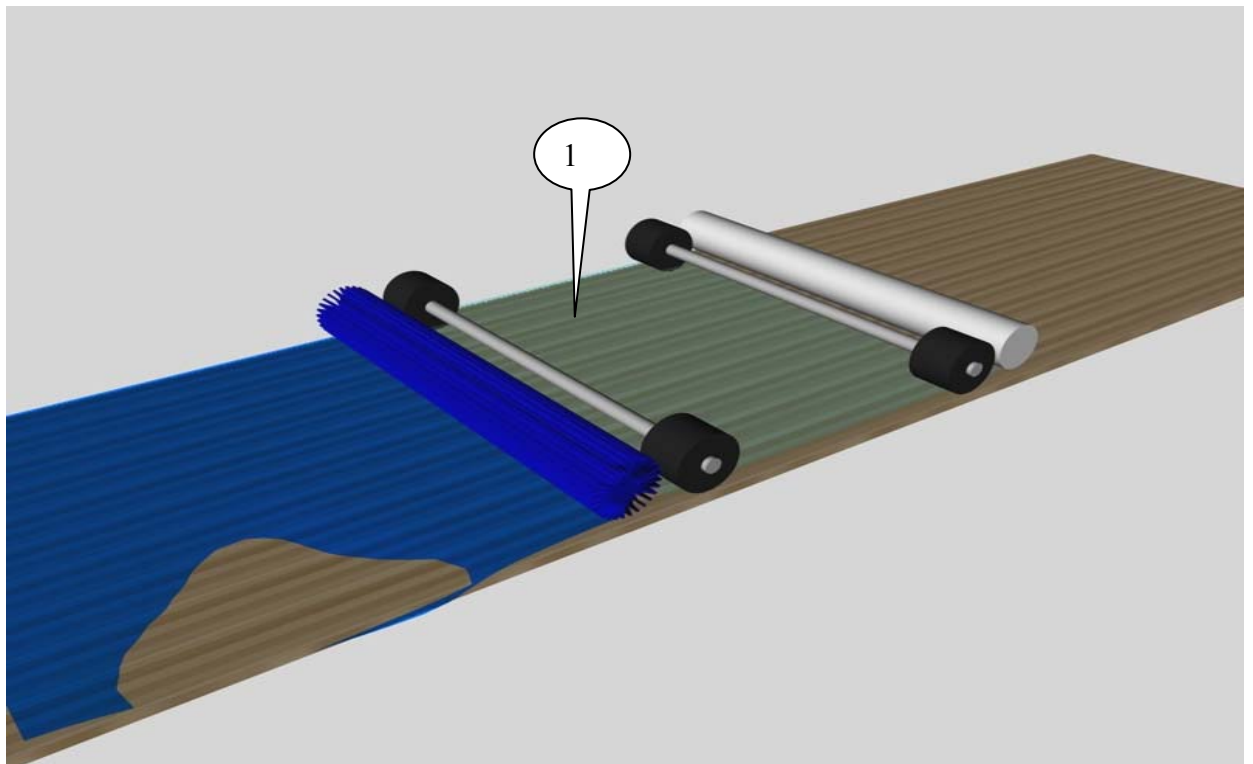
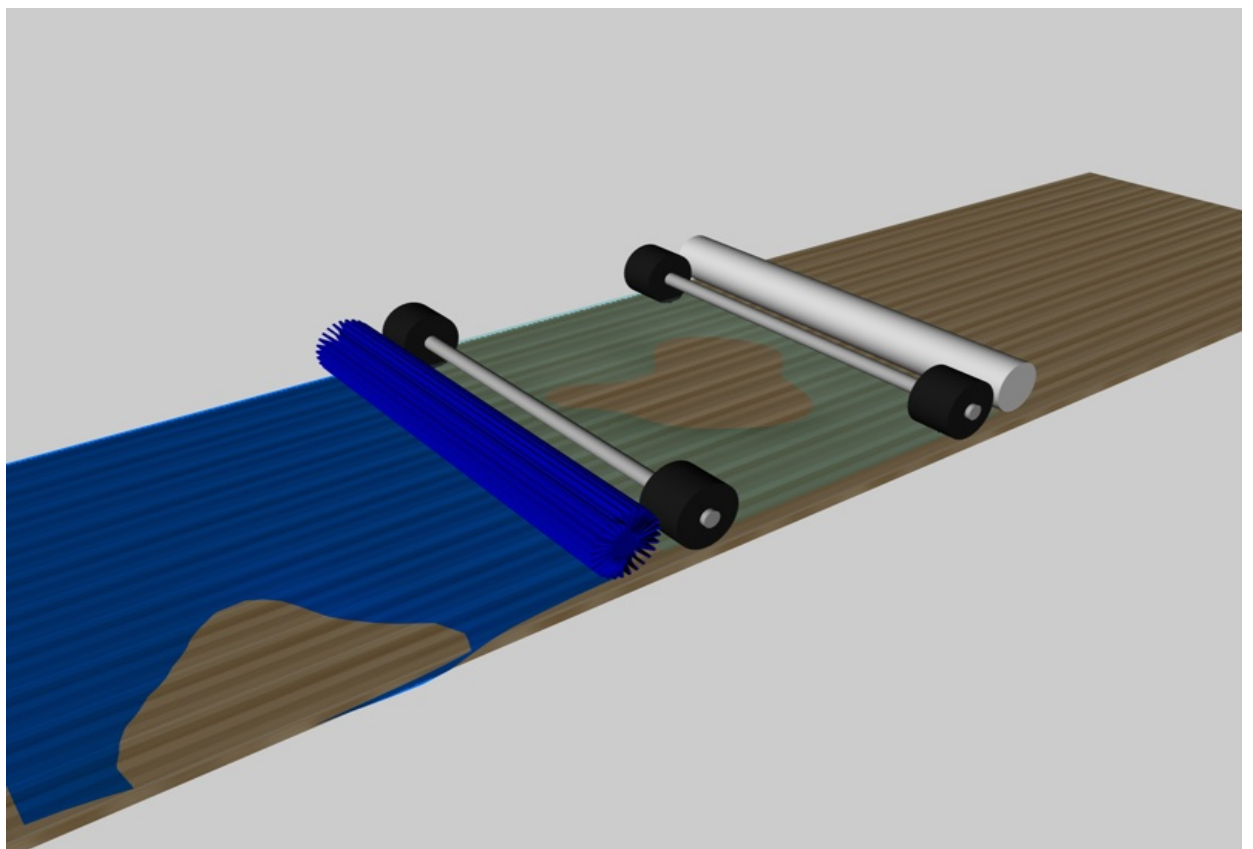

Рисунок 6.
Рисунок 7.
Из четвёртой главы мы с вами рассмотрели, как устроена система для подачи клинера на дорожки. Так же деформация дорожек влияет, как моет машина дорожки. Клинер через форсунки разбрызгивается перед дастерной лентой. На (рис.6) после дастерной ленты (зона зеленоватого цвета) дорожка вымыта (1), подготовлена для натирки маслом. Если имеются провалы или выпуклости на поверхности дорожки, происходит то же самое что и с маслом. Пропускаются непромытые зоны (рис.7). Особенно это важно в зоне бэкэнда. Очень распространенная проблема, плохо вымыты края дорожек. Проблем здесь несколько. Износ вакуумной щетки, износ прижимного вала дастерной ленты, форсунки неправильно настроены, неправильно приготовлен клинер. Скорее эта информация для механиков боулинг-центра. Многие начинающие спортсмены, учатся играть по краю дорожки в районе 3,7-й досок. Бросают шар на 3-ю доску с право, шар приходит в 3-ю кеглю, бросают на 5-ю доску с право, шар приходит в 7-ю кеглю. Здесь именно и присутствует факт плохой подготовки дорожек, а именно плохо вымыты края.